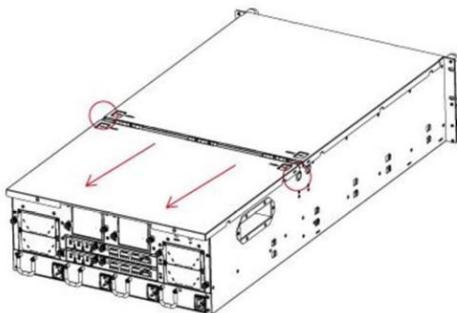

Рисунок 99 - Снять заднюю верхнюю крышку
- 2) Установить заднюю крышку назад, пока он не отделяет от защелки, а затем удалить ее из корпуса дискового массива (см. Рисунок 99).